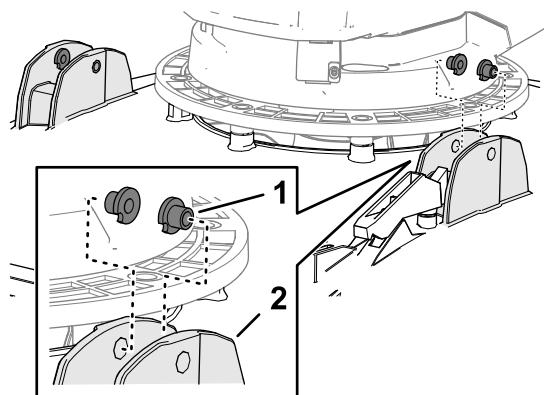

Bild 5
1. Setzen Sie die beiden T-Buchsen in die Holmflansche des Mähwerks ein (Bild 5).